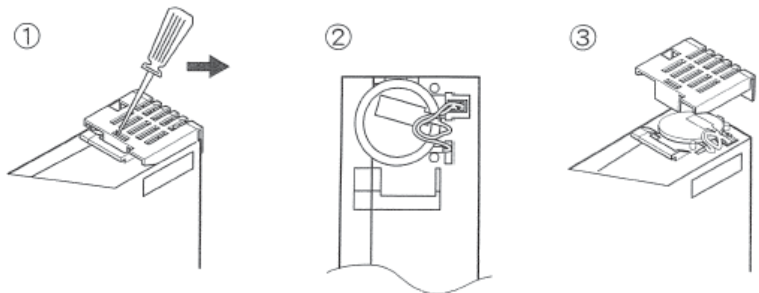

Fig. 18: Bytte av batteri i CPU-komponenten
- Ladetilstanden på bufferbatteriet for sanntidsuret registreres og meldes av systemet ved behov. Uavhengig av dette anbefaler vi en utskiftingssyklus på 12 måneder. For å gjøre dette, må batteriet i CPU-komponenten byttes (se fig. 18).